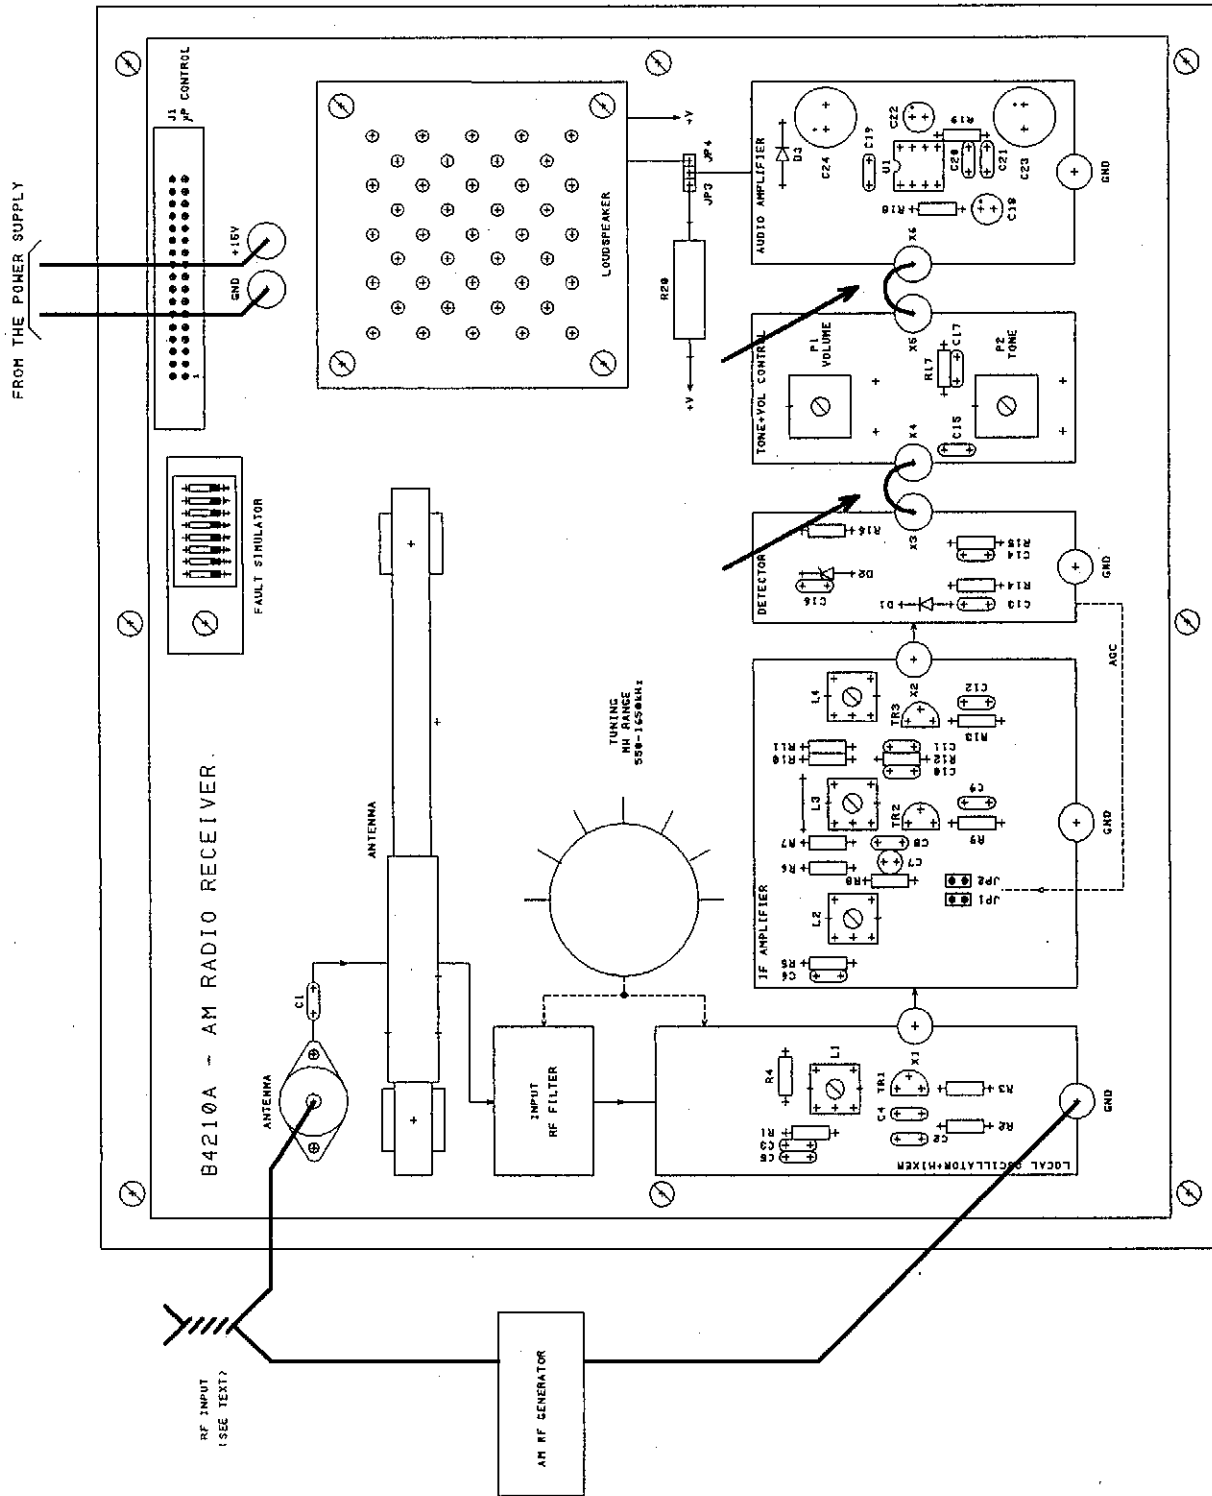

FIG. 6 - SETUP FOR THE EXPERIMENT OF WORKSHEET N.2
- Connecter les instruments comme montré en figure 6.
- Mesurer la fréquence intermédiaire à laquelle le panneau est réglé en connectant le fréquencemètre à la cathode de la diode D1, la diode détectrice d'enveloppe, ou à la prise X2 (voir Fig.6 pour localiser X2).
- Connecter le Générateur AM à l'entrée d'antenne comme décrit dans l'exercice précédent (voir Fig.6)